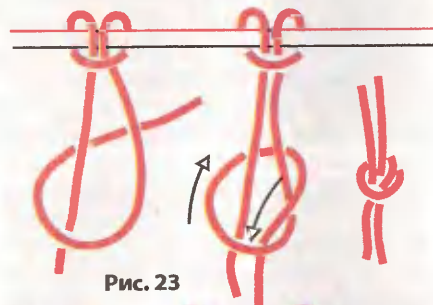

Рис. 23
1. Галстучный узел (рис. 23). Другие названия — закрепляющий, словацкий. Сложите вдвое шнур длиной 50 см и закрепите на основе первым способом (см. статью «Азы плетения», № 23 за 2008 г. — прим. ред.). Левый конец — нерабочий, правый — рабочий. Сделайте виток рабочим шнуром справа налево вокруг обоих концов шнура. Зажмите пальцами петлю вместе с нерабочим шнуром и, втянув в нее конец шнура, затяните. Аналогично выполняют узел левой нитью.